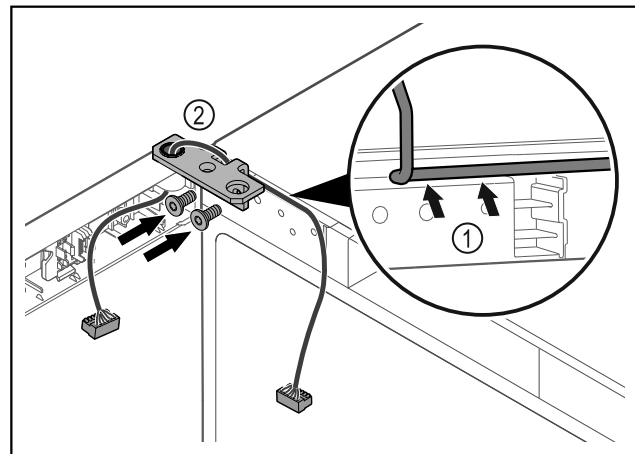

Fig. 44
- ▶ Prevlečte kábel cez vybranie uholníka závesu a opatrne ho položte Fig. 44 (1).
- ▶ Naskrutkujte uholník závesu Fig. 44 (2).